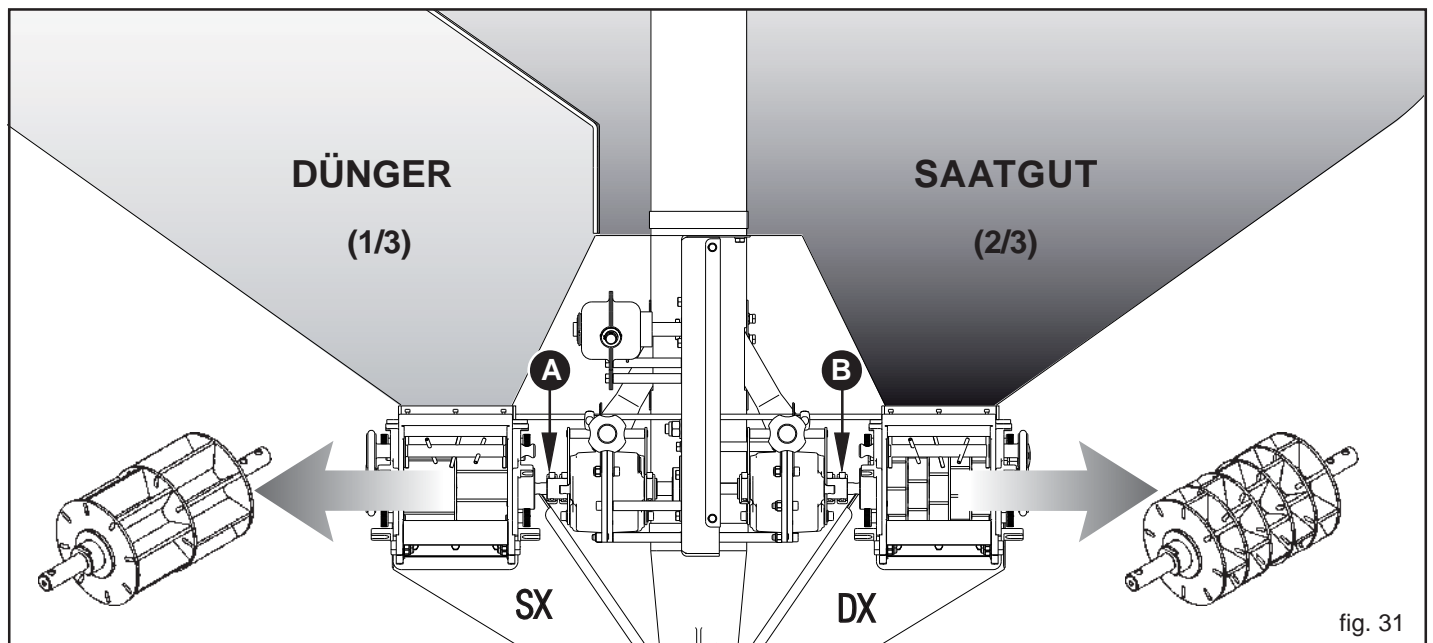

fig. 31
- 1) SAATGUT-DÜNGER (Abb. 31);
## 3.4.4.1 SAATGUT/DÜNGER (Abb. 31)